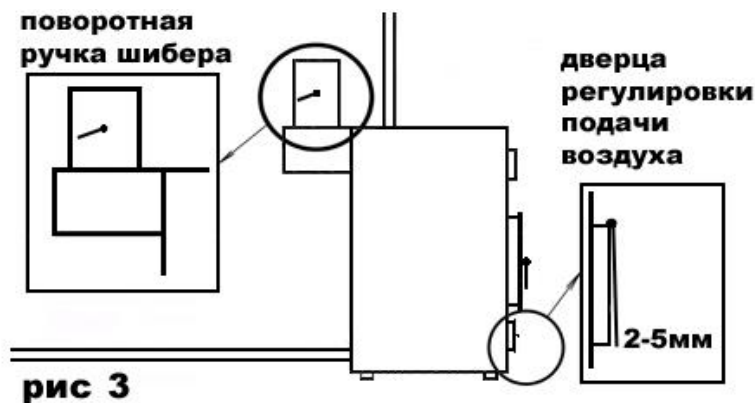

Рис. 3
9. – после того как воздух в отапливаемом помещении нагреется, прикройте дверцу регулировки подачи воздуха, оставив воздушный зазор примерно – 3-5мм (рис. 3), закройте на половину заслонку в дымоотводящем патрубке (если шибер штормный – то выдвинуть его до риски на штормке). Таким образом, будет обеспечена правильная работа котла и соответственно максимально эффективный, экономичный, комфортный режим работы, не требующий дополнительной регулировки, до тех пор, пока в топке не останется топлива менее десятой части от полной загрузки,
12. - если вы доложите больше топлива, чем находится в топке, более чем в три раза, то необходимо приоткрыть дверцу регулировки подачи воздуха под 30-45° относительно вертикали (рис 1), буквально на 5-10 минут, пока не займется дымом, не начнет тлеть вновь заложенное топливо (чем влажнее топливо - тем дольше), после чего необходимо вернуть дверцу регулировки подачи воздуха в положение 3-5мм зазора (рис. 3),